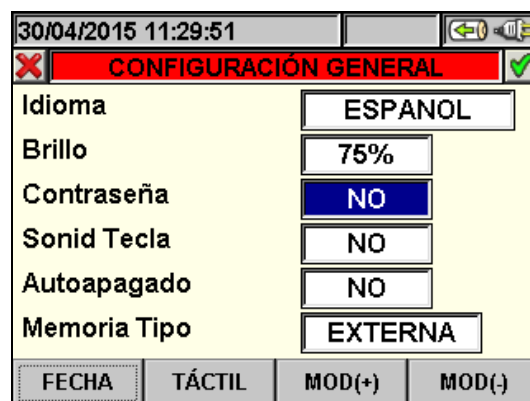

Fig. 12: Pantalla Programación Contraseña de protección
1. Posicione el cursor con las teclas flecha arriba o abajo sobre el campo correspondiente a la función "Contraseña" marcado sobre fondo azul, (vea Fig. 12):